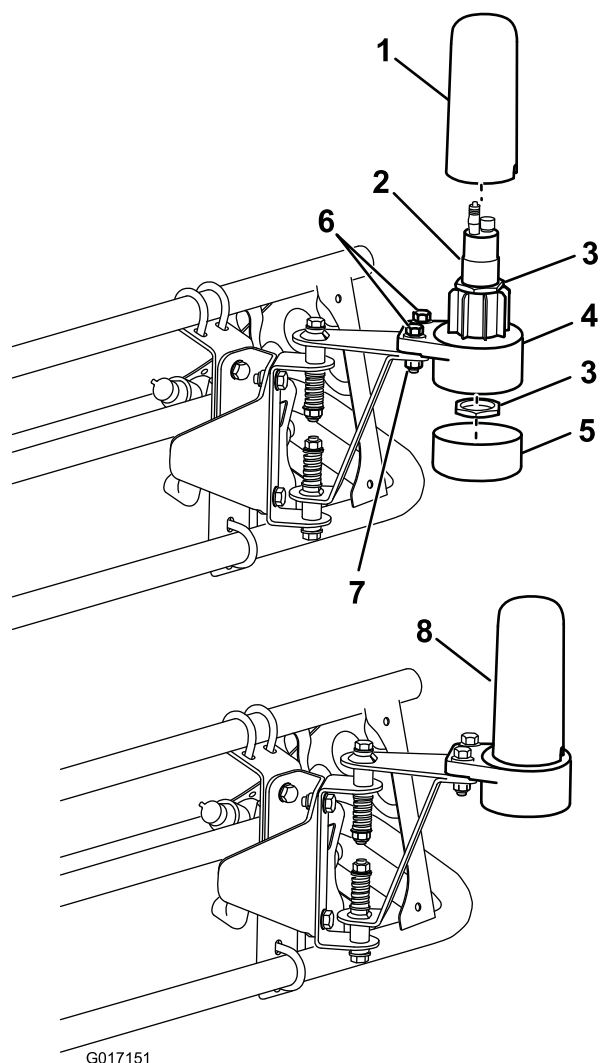

Figure 13
4. Posez le logement de capteur inférieur sur les pièces de montage du capteur avec 2 boulons (5/16 x 1/4 po) et 2 contre-écrous (5/16 po) (Figure 13).
6. Insérez le capteur dans le logement inférieur et fixez-le avec 2 grands écrous fournis avec le capteur (Figure 13).
7. Posez le tube d'obturation et le chapeau (Figure 13).